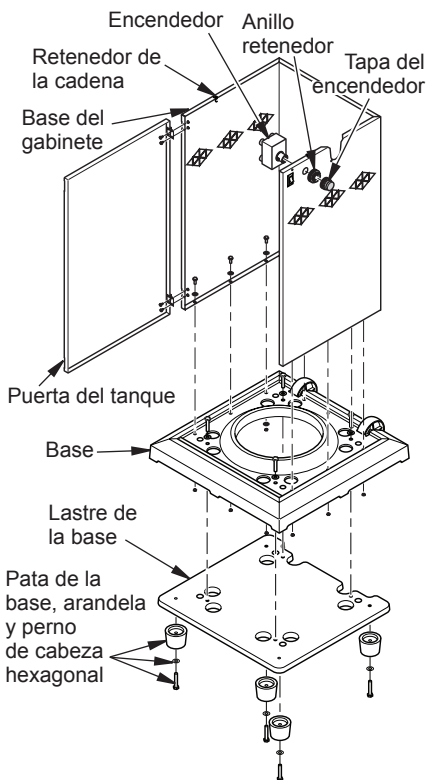

Figura 4 - Conjunto de la base del gabinete
2. Fije las 4 patas de la base al lastre de la misma con las 4 arandelas (B) y los 4 tornillos (A), como se muestra en la figura 4. Las patas se instalarán para áreas rugosas o disperejas debajo del lastre de la base.
3. Coloque la base del gabinete sobre su parte posterior con cuidado para no rayar la pintura (utilice un bloque de espuma de empaque como soporte para la parte trasera superior de la base del gabinete). Alinee los orificios en los bordes inferiores de la base del gabinete con los orificios que se encuentran en la base, como se muestra en la figura 4. Fíjelos con 1 tornillo (C), 1 arandela (D) y 1 tuerca (E) para cada uno de los 9 orificios (consulte la figura 4). Coloque el conjunto en posición vertical.
4. Fije la base al lastre con 4 tornillos (A) y 4 arandelas (B), como se muestra en la figura 4.
5. Instale los anillos retenedores (ganchos en "S") a los bordes superiores de la base del gabinete como se muestra en la figura 4.
6. Instale el encendedor electrónico a través de la pared del gabinete, como se muestra en la figura 4. Apriete con la mano.
7. Fije la puerta del tanque al gabinete con 4 tornillos (F) y 4 tuercas (G), como se muestra en la figura 4. Coloque todo el conjunto a un lado.